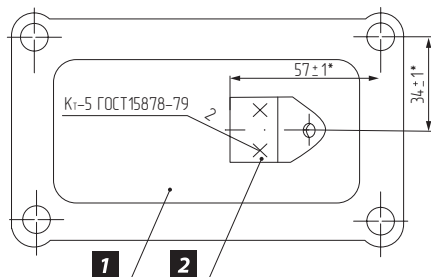

Рис. 11
- Кронштейн оттяжной пружины приварите или закрепите болтами к крышке люка установки механизма, как показано на **Рис. 11**.